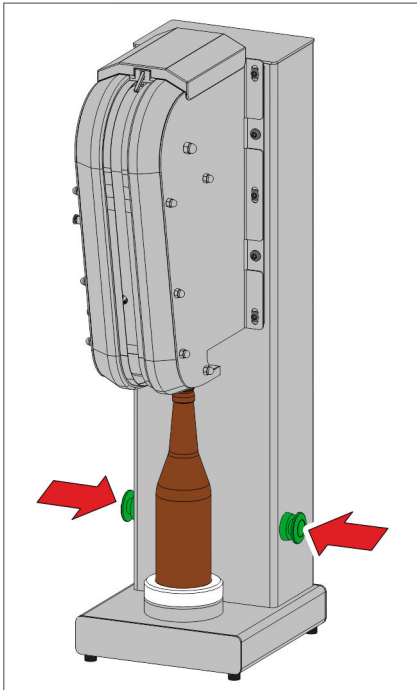

Abb. 37 Beide Drucktaster drücken
08. Drücken Sie gleichzeitig die beiden Drucktaster und halten Sie die Drucktaster gedrückt (Abb. 37).